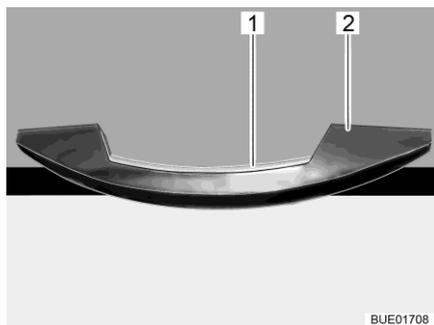
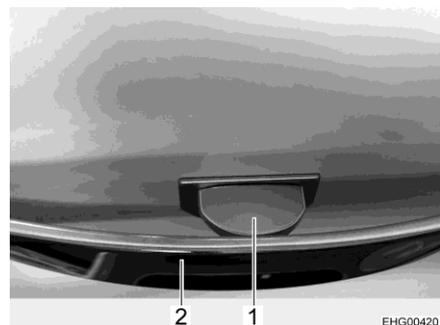

Fig. 69 Poignée avec barre de déverrouillage (exemple)
Fig. 70 Poignée avec languette de déverrouillage
- Enfoncer la barre de déverrouillage (Fig. 69,1) ou la languette de déverrouillage (Fig. 70,1) et la maintenir enfoncée.
- Tirer sur la poignée (Fig. 69,2 ou Fig. 70,2) jusqu'à ce que la porte de placard s'ouvre.